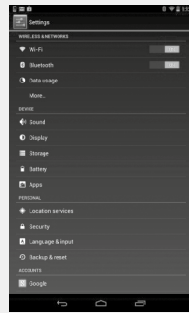

figure 1
- Allez sur Google Play Store (fig 1)